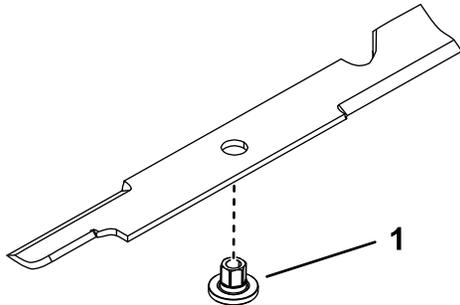

Figure 8
1. Insérez la douille dans la lame en plaçant l'embase sur le côté inférieur (côté herbe) de la lame (Figure 8).